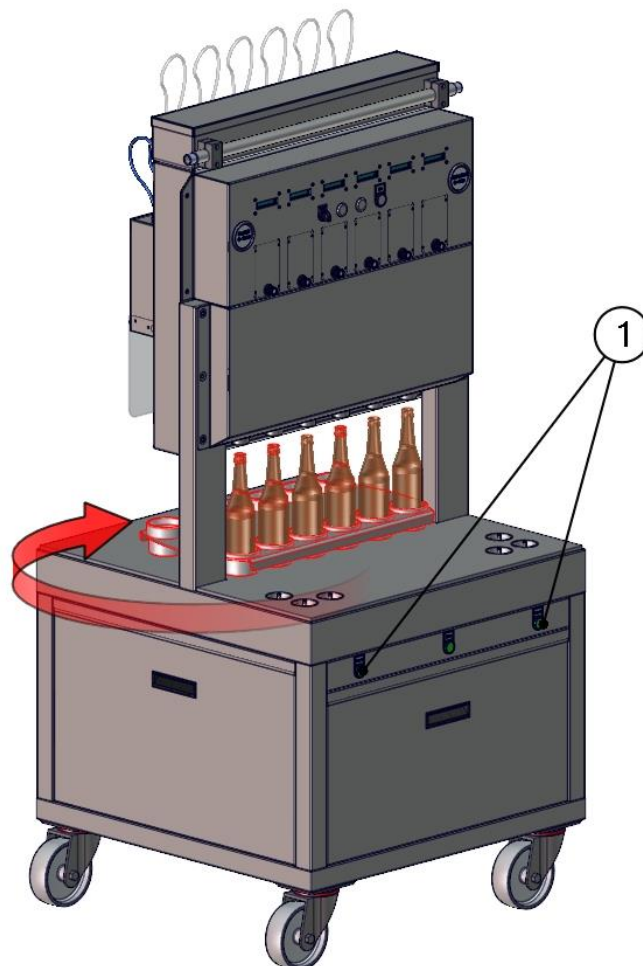

Abb. 10
1. Entnehmen Sie die gespülten Flaschen und platzieren Sie diese in den Flaschenaufnahmen der vorderen Reihe des Drehtellers (**Abb. 10**). Drücken Sie anschließend die beiden START Taster (**Abb. 10/1**) und halten Sie diese gedrückt. Der Drehteller rotiert nun um 180° und die Verkorkerstempel fahren nach unten (sofern der Wahlschalter „Verkorker“ auf EIN steht).